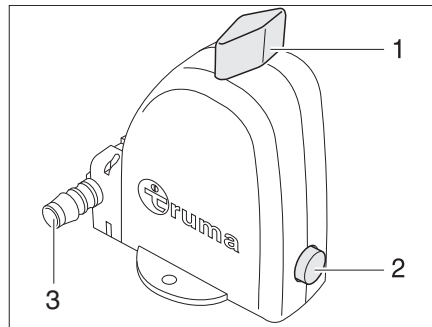

Bild 323 Sicherheits-/Ablassventil des Boilers - Stellung Betrieb
Der Boiler ist mit einem Sicherheits-/Ablassventil (Bild 323) ausgestattet. Das Sicherheits-/Ablassventil verhindert, dass das Wasser im Boiler einfriert, wenn bei Frost die Heizung nicht eingeschaltet ist.
- ▷ Der Entleerungsstutzen (Bild 323,3) des Sicherheits-/Ablassventils muss immer frei von Verschmutzungen (z. B. Laub, Eis) sein.
- Drehknopf (Bild 323,1) 90° längs zum Sicherheits-/Ablassventil drehen. Der Druckknopf (Bild 323,2) springt heraus. Der Boiler wird über den Entleerungsstutzen (Bild 323,3) des Sicherheits-/Ablassventils nach außen entleert.
- Drehknopf (Bild 323,1) 90° quer zum Sicherheits-/Ablassventil drehen.
- Druckknopf (Bild 323,2) eindrücken.